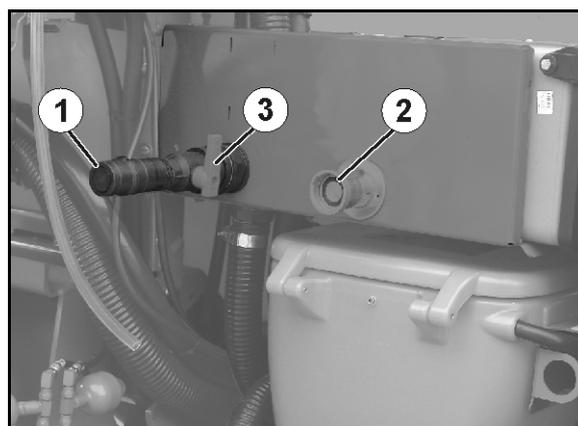

Рис. 67
- закрытая откидная крышка прижимается вниз (Рис. 67).